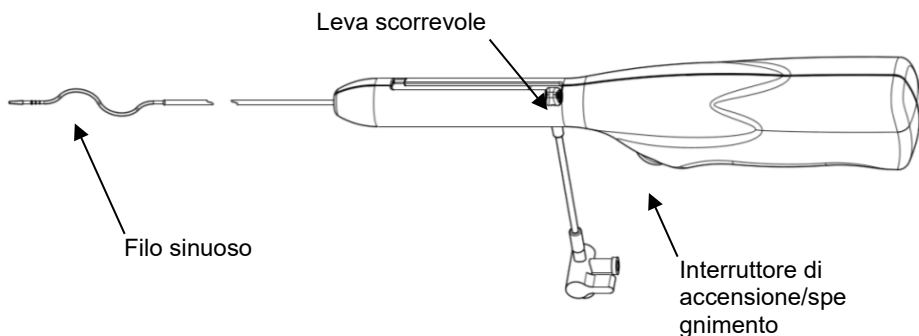

Figura 2
2. Estrarre dalla confezione il sistema per trombectomia rotazionale CLEANER 15™. Premere l'Interruttore di accensione/spegnimento per assicurare che il filo sinuoso ruoti liberamente (fare riferimento alla Figura 2). Rilasciare l'interruttore per interrompere il movimento rotatorio. **Precauzione: Non usare il dispositivo se non si attiva subito quando si preme l'interruttore e se non si disattiva subito quando si rilascia l'interruttore.**
2. Estrarre dalla confezione il sistema per trombectomia rotazionale CLEANER 15™. Premere l'interruttore di accensione/spengimento per assicurare che il filo sinuoso ruoti liberamente (fare riferimento alla Figura 2). Rilasciare l'interruttore per interrompere il movimento rotatorio. **Precauzione: Non usare il dispositivo se non si attiva subito quando si preme l'interruttore e se non si disattiva subito quando si rilascia l'interruttore.**